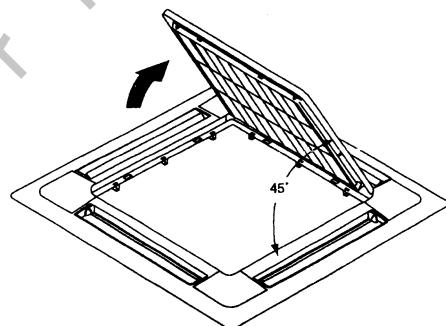

图2
(2) 将格栅提起约 45 度，取下装饰面板上的吸入格栅（参阅图 2）。